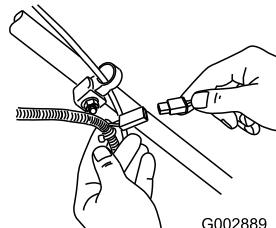

Figure 28
- Branchez le chargeur au faisceau de câblage situé sous le bouton de démarrage électrique (Figure 28).